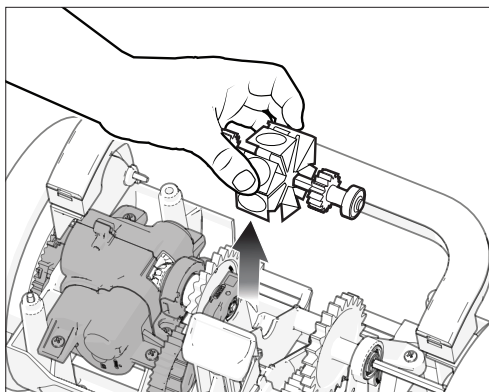

Figura 11. Retire el motor.
3. Si es necesario, tire del motor por las aspas y extráigalo. No se requieren herramientas (Figura 11).
4. Reinstale el motor. Asegúrese de que el motor esté instalado con el cojinete metálico en el lado "B" del limpiafondos, donde se encuentran el dispositivo de control de dirección y los engranajes negros (Figura 11).